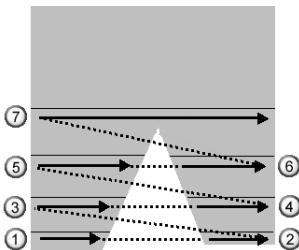

图 2-40 单向
**【单向】:** 按单向顺序切削，单方向走完一条刀路，就会提刀一次走第二条刀路，会产生较多的提刀动作，如图 2-40 所示。